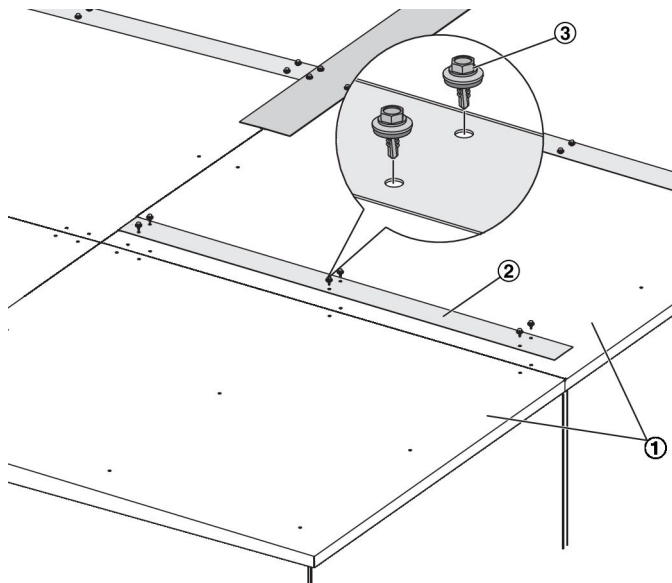

Abb. 20: Verbindung von Dachsegmenten
- ① Dachsegmente
- ② Abdeckschienen
- ③ Bohrschrauben mit Dichtscheiben
- ④
- 1 ▶ Alle Fugen zwischen den Dachsegmenten (Abb. 20 /1) mit Abdeckschienen (Abb. 20 /3) verbinden, Abdeckschienen mit Bohrschrauben (Abb. 20 /4) befestigen.